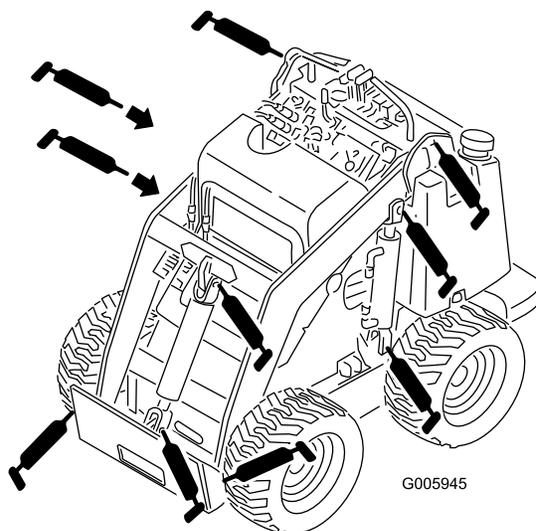
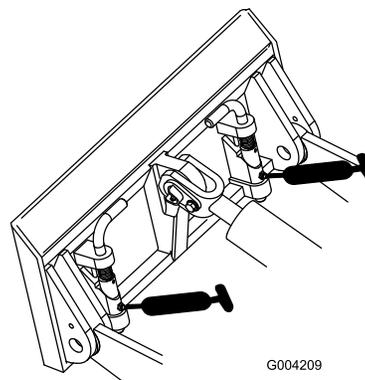

Рисунок 26
Рисунок 27
- Присоедините к каждой масленке шприц для нагнетания консистентной смазки (Рисунок 26 и Рисунок 27).